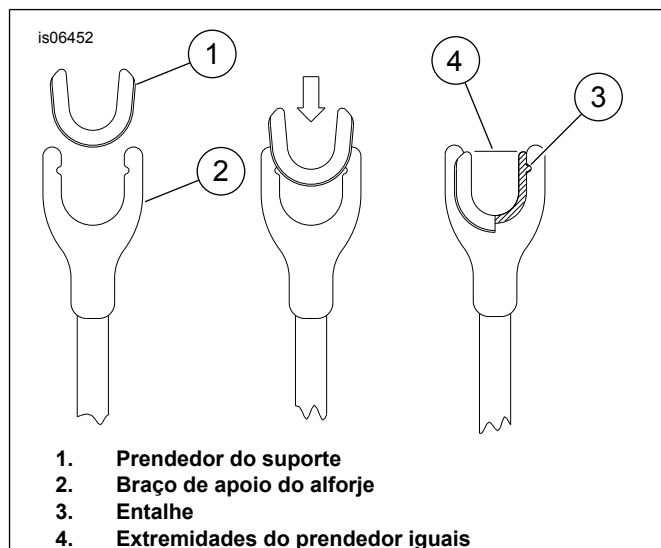

Figura 2. Instalação dos prendedores do suporte
2. Veja Figura 2. Instale os prendedores do suporte em “U” (1) na extremidade da fenda dos braços de apoio do alforje (2). Os prendedores devem ficar inseridos completamente na fenda do braço de apoio para que se encaixem na forquilha de suporte.
3. Certifique-se de que as projeções dos prendedores do suporte assentem completamente no entalhe (3) do braço de apoio e que ambas as extremidades dos prendedores do suporte estejam aproximadamente iguais nos dedos do braço de apoio (4). Podem ser necessárias várias tentativas para posicionar os prendedores. **SE** o prendedor estiver perto, mas não totalmente assentado, use um alicate, protegendo as superfícies do prendedor e do suporte, para forçar o encaixe dos entalhes.